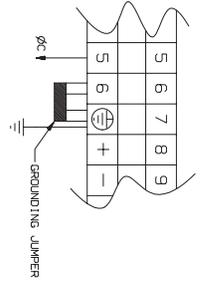

FIGURE 1
- 1.4 LOCATE THE GROUNDING JUMPER BETWEEN TERMINALS 6 AND 7 AS SHOWN IN FIGURE 1.
- 1.5 IF OUTPUT NEUTRAL IS NOT TO BE GROUND, REMOVE THE GROUNDING JUMPER THAT IS CONNECTED TO TERMINAL 6 AND 7 AS SHOWN IN FIGURE 1.